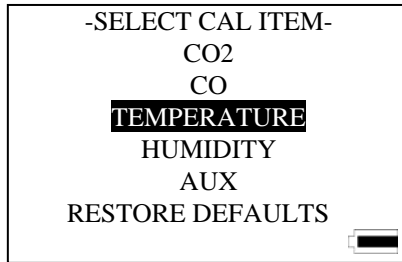

Abb. 4-15: Ansicht Kalibrier-Menü
2. Gehen Sie mit dem Q-TRAK Plus den Kalibriermodus, indem Sie entweder Temperatur oder Feuchtigkeit im Kalibriermenü wählen, verwenden Sie dazu die Tasten ▼ oder ▲, danach bestätigen Sie mit ↵ (sehen Sie dazu auch Abb. 4-15).